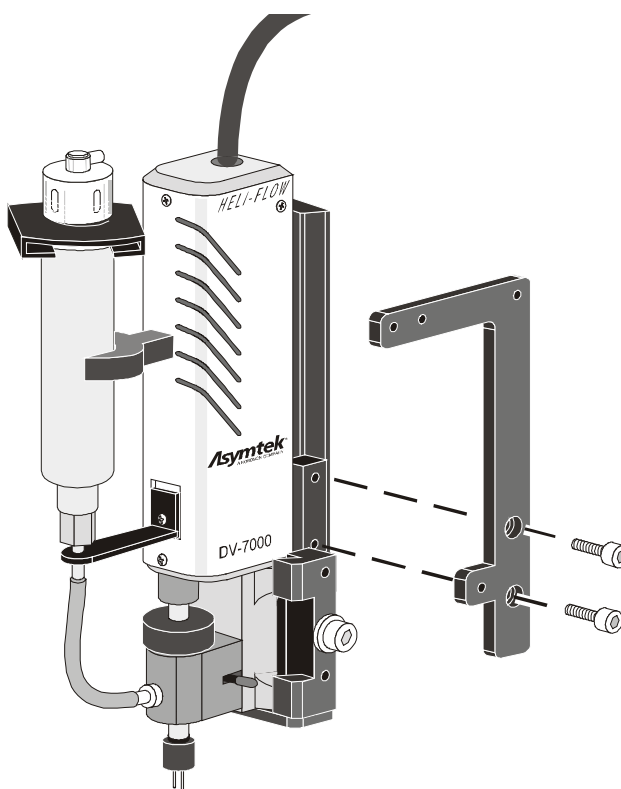

Abbildung 2-2 DV-7000 mit Halterung des Höhengensors
| Abbildung 2-2 DV-7000 Ventil mit Halterung des Höhensensors | 2-3 |
4. Verwenden Sie zur Befestigung der Halterung des Höhengensors an der DV-7000 Ventilhalterung den 3-mm Sechskantstiftschlüssel. Siehe Abbildung 2-2.